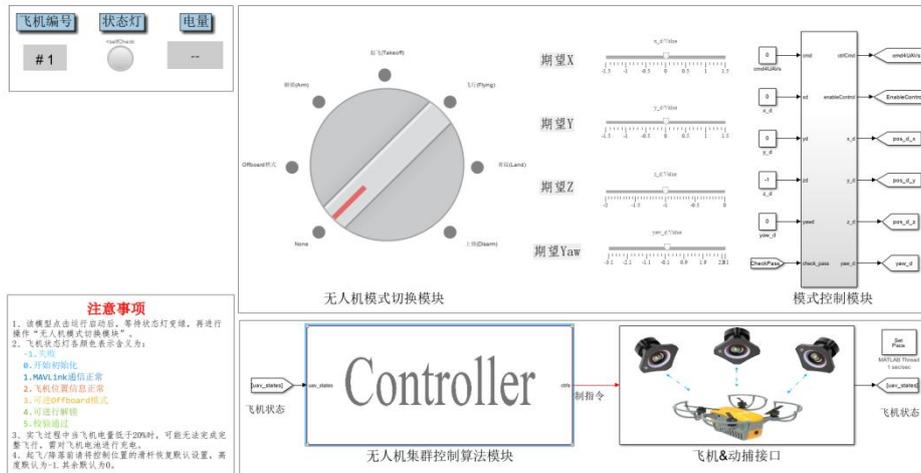

图 18 “PosControl.slx” 文件启动完成界面
(2) 等待模型启动。不同性能的电脑启动时间不一样，有时可能需要等待 1 分钟，直至弹出如图 18 所示界面，方可进行进一步操作。